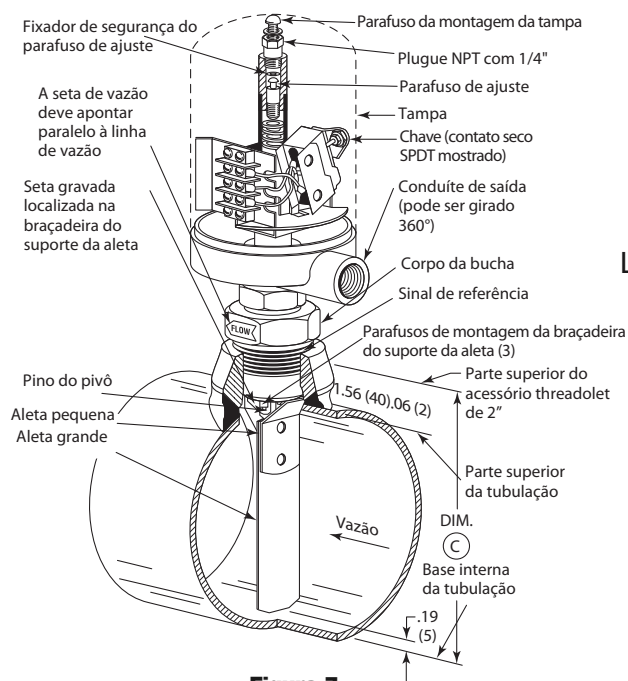

Figura 7
4. Verifique a posição da seta gravada na braçadeira do suporte da aleta. Esta seta deve estar apontando paralelamente a seta de vazão no corpo da bucha. Consulte a Figura 7. Se as setas não estiverem paralelas, remova os três parafusos de montagem da braçadeira de suporte da aleta e gire a braçadeira até que a seta gravada aponte paralelamente à seta de vazão; recoloca os parafusos de montagem.